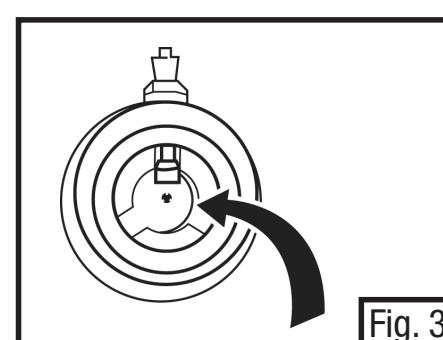

Fig. 3
4. Make certain the 601 Adapter's inhalation valve is in place. (Fig. 3)
- S'assurer que la soupape d'inhalation de l'adaptateur 601 est bien en place. (Fig. 3)